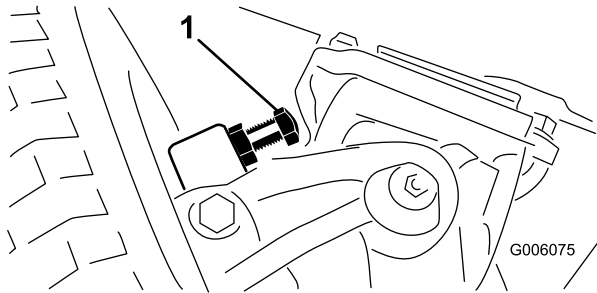

Figure 72
1. Vissez ou dévissez les boulons jusqu'à ce que l'écart correct soit obtenu (2,3 mm) (Figure 72).